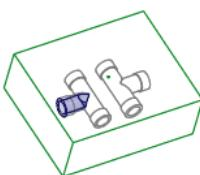

图 15.21 合并曲面
(4) 设置深度选项。
① 在操控板中选取深度类型**对称**，在深度文本框中输入深度值 60.0。
② 在操控板中单击 \checkmark 按钮，完成拉伸特征的创建。
Step7. 创建图 15.21 所示的合并曲面。
(1) 按住 Ctrl 键，在模型树中选取复制面 1 与拉伸 3 的面。
(2) 单击**分型面**功能选项卡**编辑**区域中的**合并**按钮，系统“合并”操控板。
(3) 在“合并”操控板中单击 \checkmark 按钮，合并结果如图 15.21 所示。